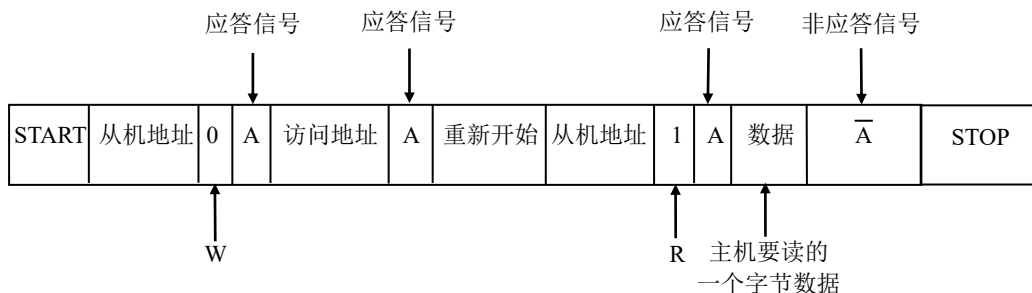

Figure 16-8 主机向从机读写数据 1 个字节数据
如 Figure 16-8 所示，主机要从从机读 1 个字节数据时，主机首先产生 START 信号，然后紧跟着发送一个从机地址，注意此时该地址的第 8 位为 0，表明是向从机写命令，这时候主机等待从机的应答信号 (A)，当主机收到应答信号时，发送要访问的地址，继续等待从机的应答信号，当主机收到应答信号后，主机要改变通信模式 (主机将由发送变为接收，从机将由接收变为发送) 所以主机发送重新开始信号，然后紧跟着发送一个从机地址，注意此时该地址的第 8 位为 1，表明将主机设置成接收模式开始读取数据，这时候主机等待从机的应答信号，当主机收到应答信号时，就可以接收 1 个字节的数据，当接收完成后，主机发送非应答信号，表示不在接收数据，主机进而产生停止信号，结束传送过程。